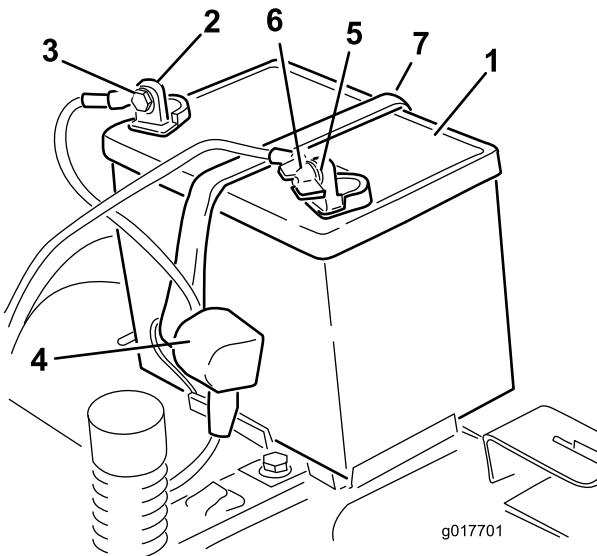

Figure 37
5. Repoussez le capuchon en caoutchouc sur le câble positif (rouge). Débranchez le câble positif (rouge) de la borne de la batterie (Figure 37). Mettez les fixations de côté.
6. Enlevez la sangle de maintien de la batterie (Figure 37) et ôtez la batterie de son support.
4. Débranchez le câble négatif (noir) de mise à la masse de la borne de la batterie (Figure 37). Mettez les fixations de côté.
- Placez la batterie dans son support (Figure 37).
- Fixez la batterie en place à l'aide de la sangle de maintien (Figure 37).